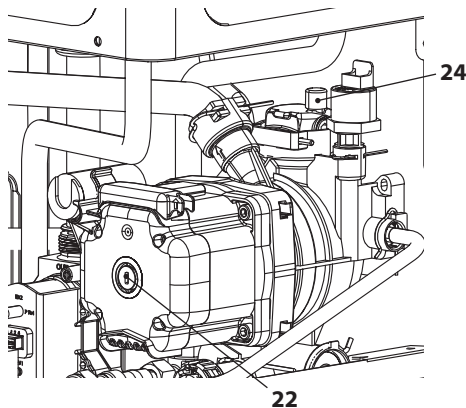

Рис. 6.3
- Ослабьте пробку автоматического воздуховыпускного клапана 24 (Рис. 6.3).
- Снимите пробку 22, см. Рис. 6.3, и разблокируйте насос, провернув ротор отверткой.